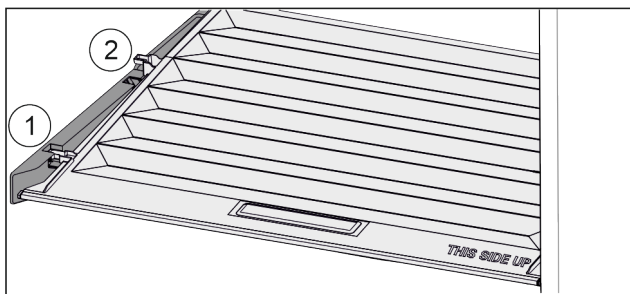

Fig. 109
- ▶ Tirare in avanti il coperchio fino all'apertura nei fermi Fig. 109 (1).
- ▶ Sollevare posteriormente dal basso e togliere verso l'alto Fig. 109 (2).